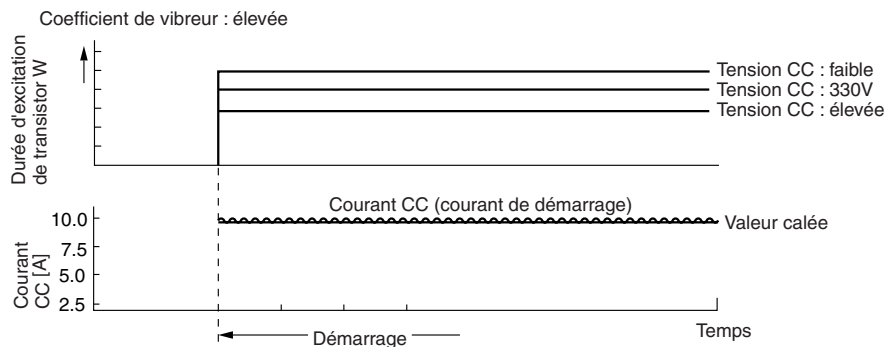

Fig. 8-7
(2) Comme indiqué sur Fig. 8-7, la durée d'excitation du transistor W⁺ change en fonction du niveau tension CC pour que le courant de démarrage soit égal à environ 10 A.